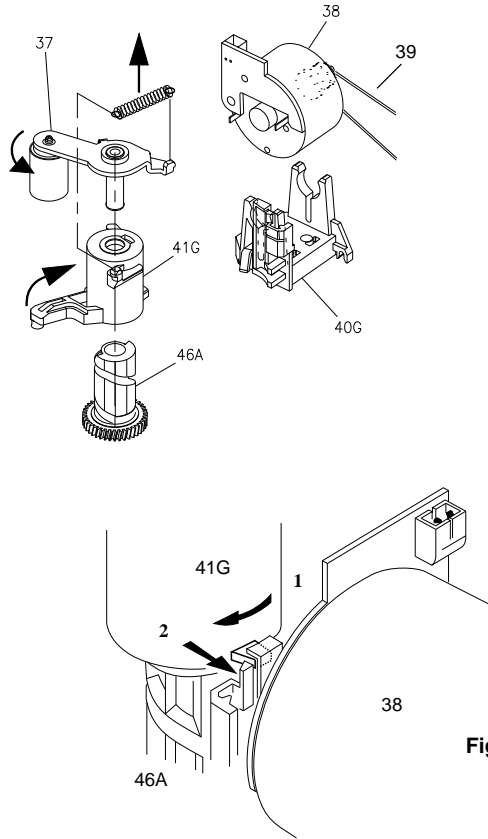

Fig. 13
- Führung (Pos. 41G) aus der Nut des Fädelsmotorhalters aushaken und so weit im Uhrzeigersinn verdrehen, bis die Andruckrolle und die Führung (Pos. 41G) entriegelt und abgenommen werden können (Fig. 13).
- Release the pressure roller guide (pos. 41G) from the guide in the threading motor holder and turn the pressure roller guide assembly clockwise until the pressure roller and the guide (Pos. 41G) can be released and removed (Fig. 13).